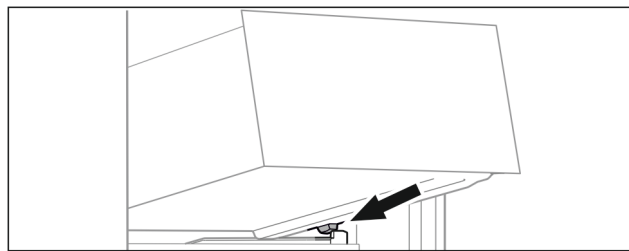

Fig. 42
- ▶ Nasadte zásuvku šikmo za zářezky na žebrování na nádobě. (viz Fig. 42)